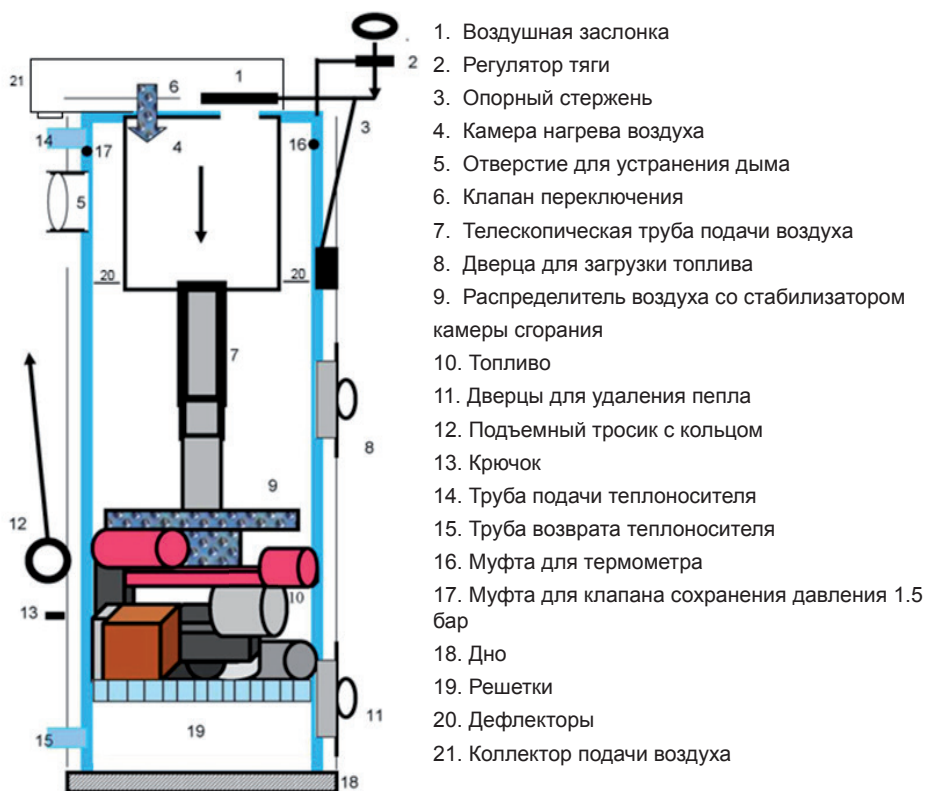
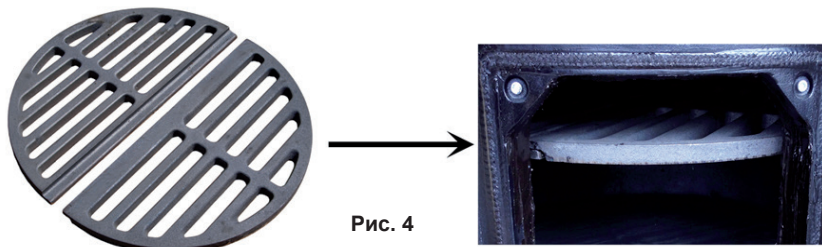
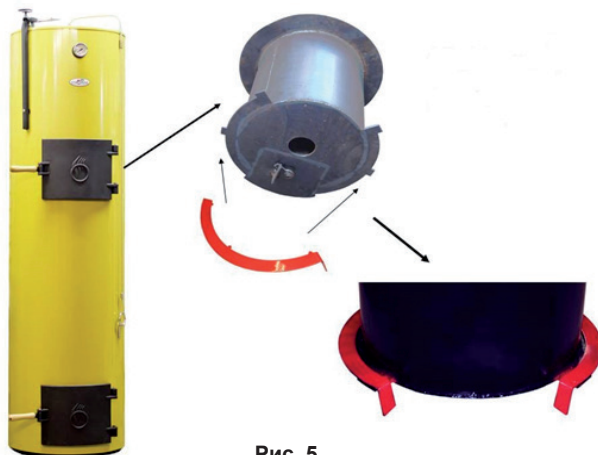

Рис. 1
Рис. 4
Рис. 5
2.1. ОПИСАНИЕ КОНСТРУКЦИИ КОТЛА (Рис. 1)
На самую маленькую часть телескопической трубы подачи воздуха (7) (Рис. 1) насаживается стабилизатор камеры сгорания (Рис. 3), который в новых котлах – цельный. Мы также производим и восстановленные стабилизаторы из двух частей. Если на телескопической трубе подачи воздуха (7) (Рис.1) есть три отверстия, то стабилизатор фиксируется в третьем отверстии с помощью штыря, а если отверстие лишь одно – необходимо дополнительно сделать еще одно отверстие над существующим отверстием на расстоянии в 55 мм. Прикрепив стабилизатор, прикрепляется распределитель воздуха (Рис. 3).
При сжигании очень сухих и мелких дров, гранул, древесных брикетов и угля, распределитель крепится на центральном отверстии, чтобы расстояние между концом трубы подачи воздуха (7) (Рис. 1) и распределителем уменьшилось до 5-7 мм.
3.3. РЕШЕТКИ (Рис. 4)
Используйте решетки (19) (Рис. 1); (Рис. 4) при топке гранулами, углем, торфом или брикетами из древесных опилок. Решетки необходимо повесить на крючки, расположенные в нижней части котла, открыв нижнюю дверцу (11) (Рис. 1). Решетки (19) (Рис. 1); (Рис. 4) найдете в комплектации, открыв нижние дверцы для удаления пепла (11) (Рис. 1). Эта деталь подвешивается в котле „U“ для того, чтобы дополнительный воздух попал через воздушный канал в нижней части котла, который необходим при топке котла углем или торфяными брикетами. В котле „BIO“ решетки подвешиваются для того, чтобы образовавшийся уголь полностью сгорел. Поместите решетки (19) (Рис. 1); (Рис. 4) на дно универсального и „BIO“ котла при топке древесиной. Данная деталь комплектуется при покупке универсального и „BIO“ твердотопливного котла „Stropuva“. Для замены решетки изготавливаются из двух частей.
3.4. ДЕФЛЕКТОРЫ (Рис. 5)
Дефлекторы (полумесяцы) 2 шт.(Рис. 5) предназначены для повышения экономичности котла. Установив котел рекомендуем поместить дефлекторы (20) (Рис. 1) через верхние дверцы для загрузки топлива (8) (Рис. 1) на внутренний бочок воздушного подогревателя, на его нижнюю часть.
Если в котле слишком сильная тяга, запустите дополнительный воздух из котельной, используя клапан (зажим дымохода) (Рис. 6), который находится на отверстии для устранения дыма (5) (Рис. 1). Для того, чтобы уменьшить тягу и вибрацию, необходимо открыть отверстие дымохода. Для увеличения тяги – закройте отверстие с помощью зажима дымохода (Рис. 6).
Клапан предназначен для защиты твердотопливных котлов от перегрева. Когда давление воды достигает опасного уровня, клапан открывается, в результате чего, горячая вода сливается в канализацию, и в то же время, когда давление в системе падает, отопительная система заполняется холодной водопроводной водой с помощью автоматического пополнения. Клапан должен быть установлен в верхней части котла (17) (Рис. 1) возле дымохода (смотреть пункты 6.2; 6.3; 6.4 в схеме подключения Нр. 23). Холодная водопроводная вода подсоединяется к автоматическому пополнению системы, которое устанавливается на линии возврата теплоносителя отопительной системы вблизи котла.